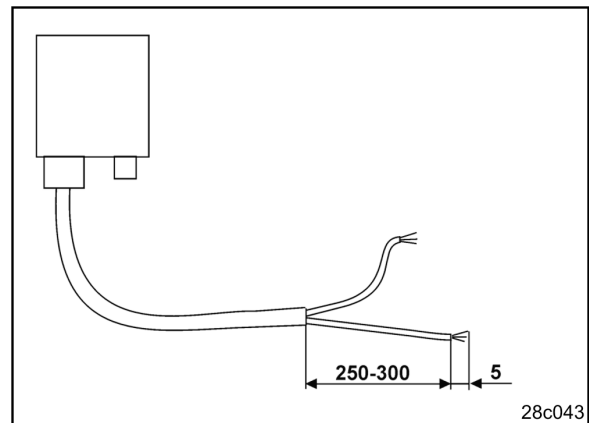

Fig. 5
3. das Kabelende (Fig. 5) ca. 250 bis 300 mm abmanteln
- Die Kabelenden (Fig. 5) einzeln 5 mm abisolieren.